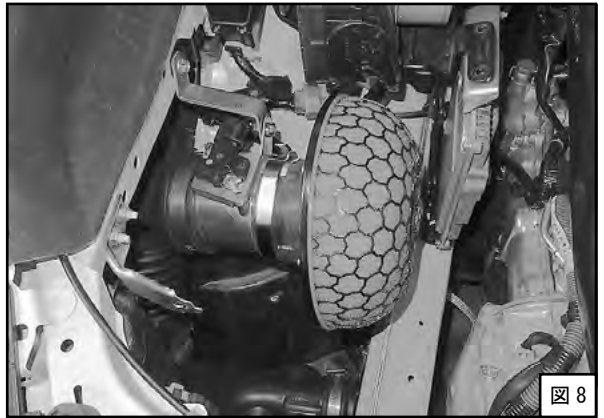

図 8
- (4) パワーフロー本体がボディなどと干渉しないように位置を決めてください。位置が決まったら、ホースバンド・ボルトを固定してください。この時ホースバンド・ボルトを締めすぎないようにしてください。(図8)